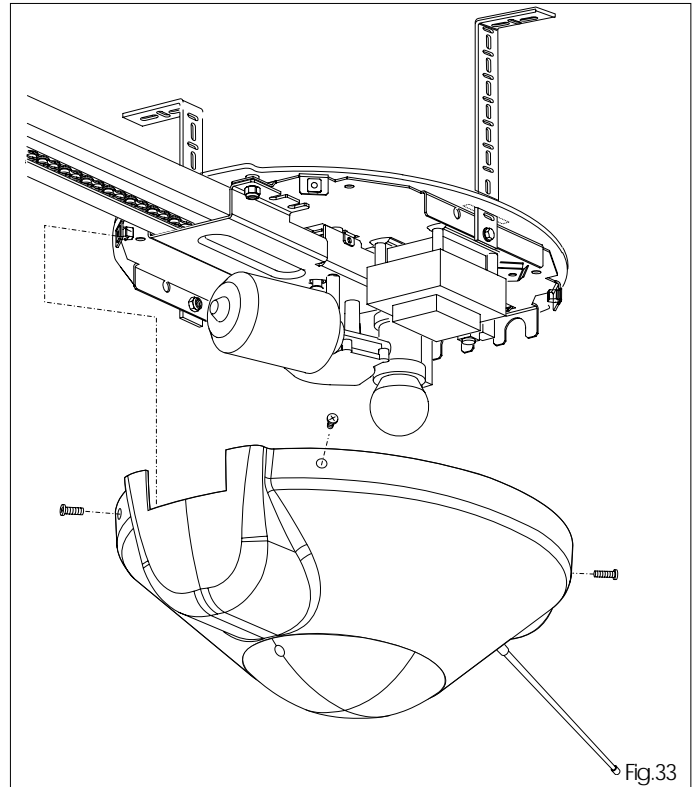

Fig.33
9.6 Bloccare il carter all'operatore utilizzando apposite viti (fig.33).